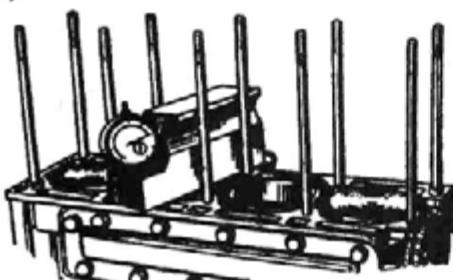

Рис. 14. Проверка выступания торца гильзы цилиндра над плоскостью блока
- вставьте гильзы с прокладками в блок и проверьте величину выступания торца гильзы над плоскостью блока (рис. 14).